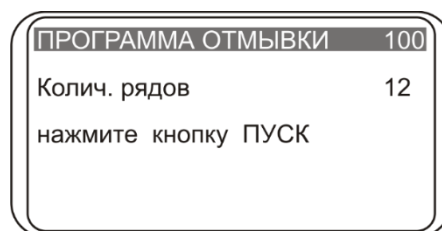

Рисунок 6. Установка количества промываемых рядов
5.11. Если необходимо промыть меньшее количество рядов, чем стандартные 12 рядов планшета, перед запуском нажмите кнопку **Возврат/Ряд**. Программа отображает надпись (рис. 6).
5.15. Во время работы прибора на дисплее высвечивается (рис. 6), количество оставшихся циклов. Если действие связано со счетом времени (замачивание, встряхивание), отображается оставшееся время данного действия.